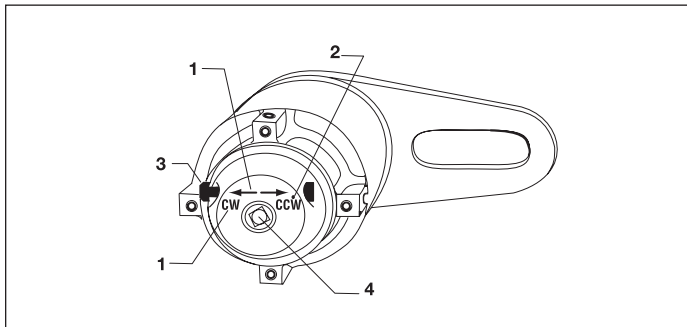

図3 - 入力端の詳細(時計方向回転の場合)
動力駆動によるトルク操作を行うには、セクターポール(図3、品目3)を中立位置に設定し、中立位置セットスクリュー(図3、品目3)を締め付けてセクターポールをロックしなければなりません。セクターポールは、手動入力の場合に、トルクマルチプライヤーの回転方向を設定するのに使用します。(E290+, E291, E391の各モデルにはありません)。インパクトレンチは、駆動源として使用しないでください。マルチプライヤーの動力伝達系を破損します。
2. セクターポール(図3、品目3)を押し、目的の回転方向にセットします。回転方向は、ケースの入力側に文字と矢印で刻印されています。たとえば、「CCW」は反時計方向なので、反時計方向に回転する場合は、CCWと刻印された矢印の方向にセクターポールを押し込みます。時計方向の場合は、CWの方向に押し込みます。(E290+, E291, E391の各モデルにはありません)。
バックラッシュ防止モデルの場合:トルクレンチを使用して、内部バックラッシュ防止装置を解放するのに十分な入力トルクを与えます。入力トルクを維持したまま、セクターポール(図3、品目3)を反対側(例:CWだった場合にはCCW)に押し入れます。入力トルクを徐々に減らします。(E290+, E291, E391の各モデルにはありません)。
認定された衝撃性でない駆動源を使用します。空気圧を使用できるモデルは、E391, E392, E393, E492, E493, E494, E495だけです。セクターポールを中立位置でロックします。中立位置は「CW」と「CCW」の中間の位置で、セットスクリュー(図3、品目2)を締め付けることによってロックします。